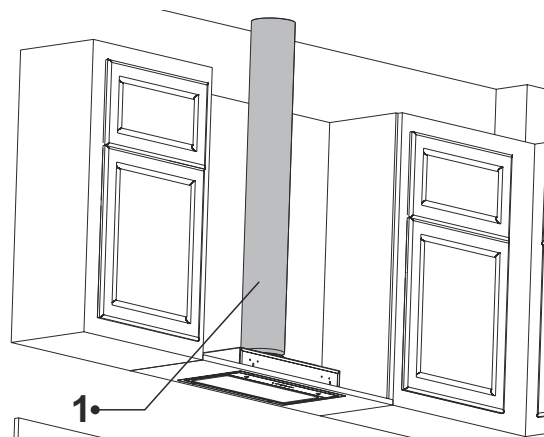

Fig. 28
**11.** Tilslut nu aftrækskanalen ml. emhætte og motorkabinet (Fig. 28).